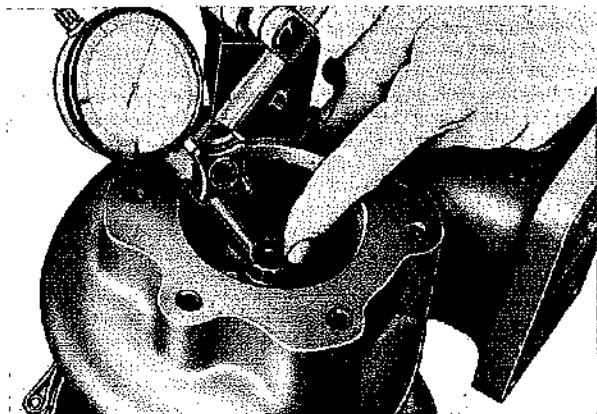

Fig. 127
- Portare il rotore in una posizione estrema ed azzerare il comparatore (Fig. 127).